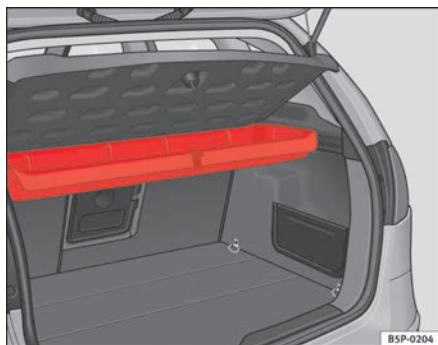
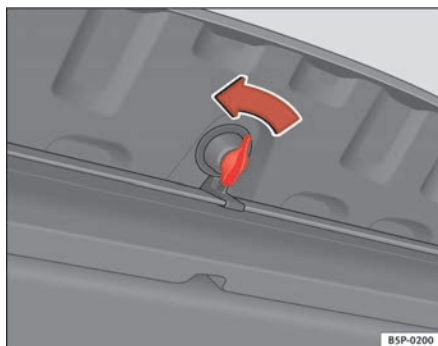

Abb. 121 Aufnahme für das Warndreieck unter der hinteren Ablage
Abb. 122 Öffnen des Ablagefachs
⇒ Abb. 121. Zum Öffnen dieses Ablagefachs drehen Sie den Verschluss\* um 90° ⇒ Abb. 122.
- Zum Öffnen des Ablagefachs drehen Sie den Verschluss\* um 90° ⇒ Seite 154, Abb. 122.